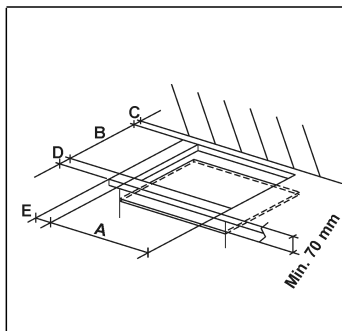

РИС. 7
На поверхности рабочего стола следует сделать прямоугольное отверстие для встраивания варочной поверхности, размеры которого приведены на рис. 7. Предварительно следует проверить соответствие минимальных допусков между поверхностью, боковой и задней стенками. Подвесные полки или вытяжки
следует устанавливать на высоте не менее 760 см от поверхности прибора (см. рис. 7 и 8).
- Во избежание случайного соприкосновения с горячей варочной панелью во время проведения работ, необходимо установить деревянную прокладку, прикрученную болтами на минимальном расстоянии 70 мм от верха (см рис. 7).